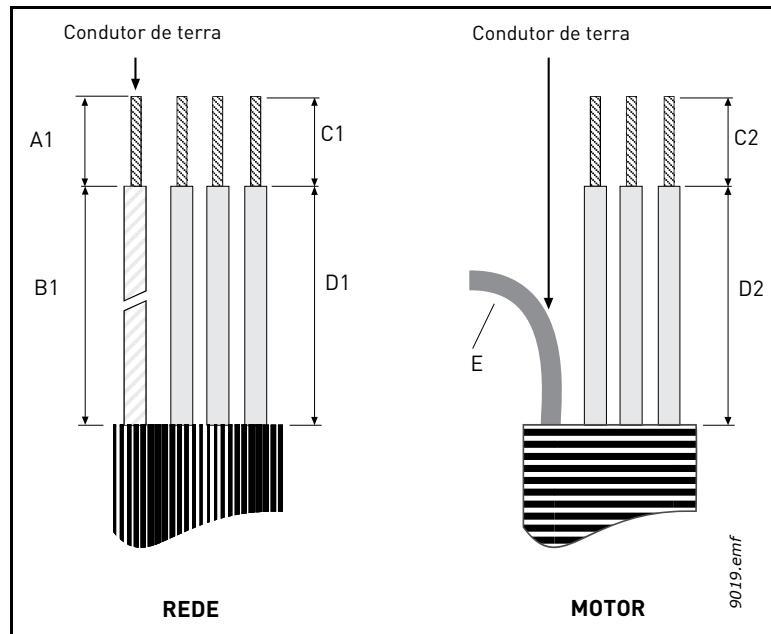
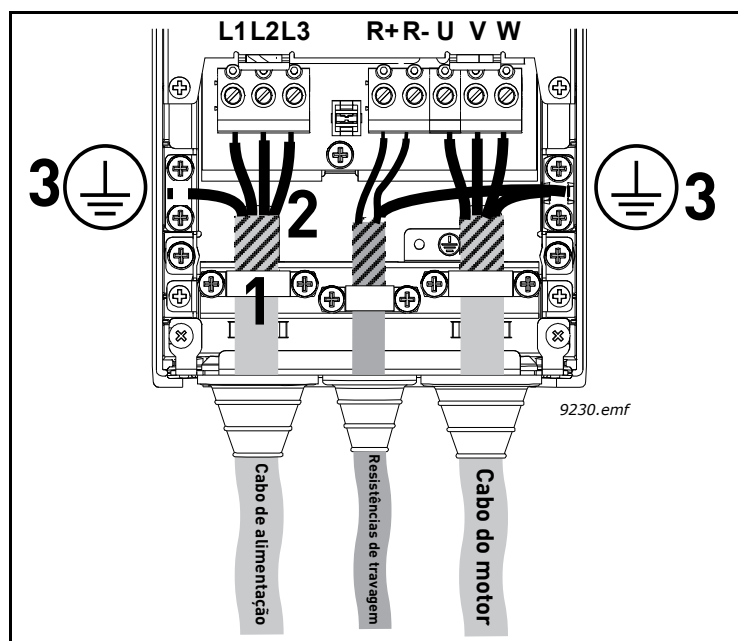

Figura 25. Descarnar os cabos
Figura 32. Ligação de cabos
Ligue os cabos descarnados (consulte a Figura 25 e a Tabela 16) da forma indicada na Figura 32.
- Exponha a blindagem dos três cabos para fazer uma ligação de 360 graus com a braçadeira do cabo (1).
- Ligue os condutores (fase) dos cabos de alimentação, do travão e do motor aos respectivos terminais (2).
- Una o resto da blindagem dos três cabos num só e faça uma ligação à terra com uma braçadeira da forma ilustrada na Figura 32 (3). Deixe esta ligação apenas com o **comprimento suficiente** para alcançar e ser fixado ao terminal.